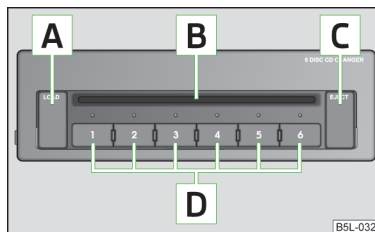

Fig. 99
- Toccare il tasto **[C]** » fig. 99 e inserire il CD (Compact Disc) nel vassoio CD **[B]**. Il CD viene caricato automaticamente nella posizione libera più bassa del cambia CD. Il diodo luminoso del tasto **[D]** smette di lampeggiare.
- Tenere premuto il tasto **[C]** » fig. 99 per più di 2 secondi e inserire tutti i CD in successione (massimo 6 CD) nel vassoio CD **[B]**. I diodi luminosi dei tasti **[D]** smettono di lampeggiare.
- Toccare il tasto **[C]** » fig. 99. I diodi luminosi dei tasti **[D]** si accendono in corrispondenza delle posizioni già occupate e lampeggiano in quelle libere.
- Toccare il tasto **[A]** » fig. 99 per espellere un CD. I diodi luminosi dei tasti **[D]** si accendono in corrispondenza delle posizioni già occupate.
- Tenere premuto il tasto **[A]** » fig. 99 per più di 2 secondi. Tutti i CD contenuti nel cambia CD verranno espulsi in successione.
- Introdurre sempre i CD nel vassoio CD **[B]** » fig. 99 con il lato stampato rivolto verso l'alto.